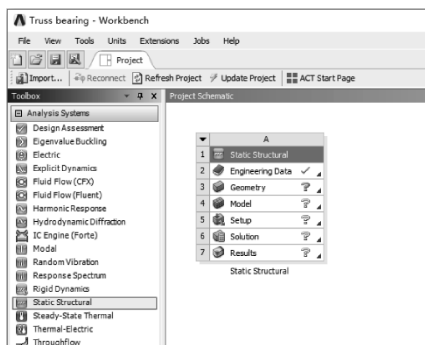

图 12-2 创建桁架支座肋板静力分析
(1) 在工具箱【Toolbox】的【Analysis Systems】中双击或拖动结构静力分析【Static Structural】到项目分析流程图，如图 12-2 所示。
(2) 在 Workbench 的工具栏中单击【Save】，保存项目实例名为 Truss bearing. wbpj。工程实例文件保存在 D:\AWB\Chapter12 文件夹中。